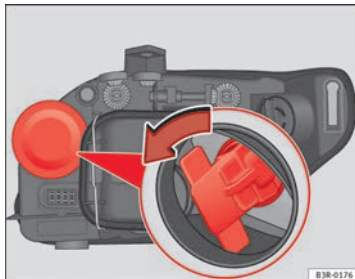

Abb. 206 Glühlampe für Blinklicht
- Den Lampenträger durch Ziehen am Halter und durch Drehen gegen den Uhrzeigersinn herausnehmen ⇒ Abb. 206.